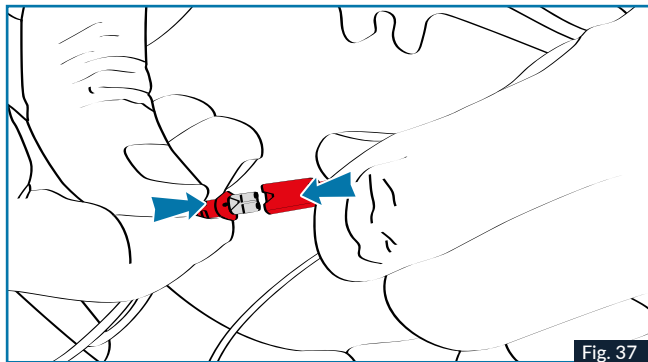

Fig. 37
9. Effectuer le branchement du microphone (connecteur rouge), et le clavier suivant la Fig. 37.